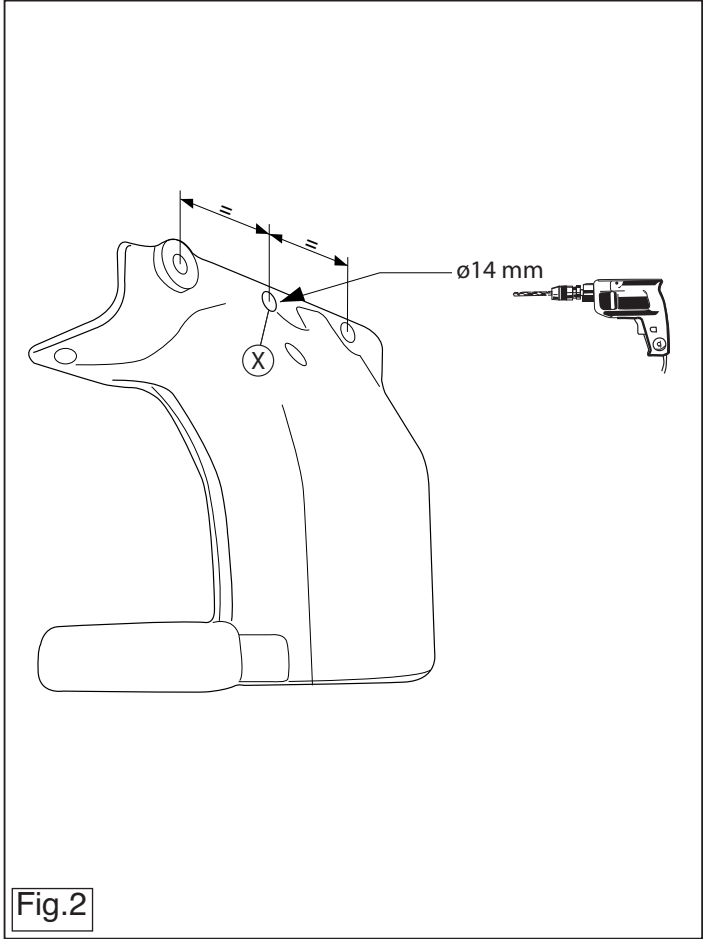

Fig.2
3. Просверлить отверстие диаметром 14 мм в точке X, как указано в рис. 2.